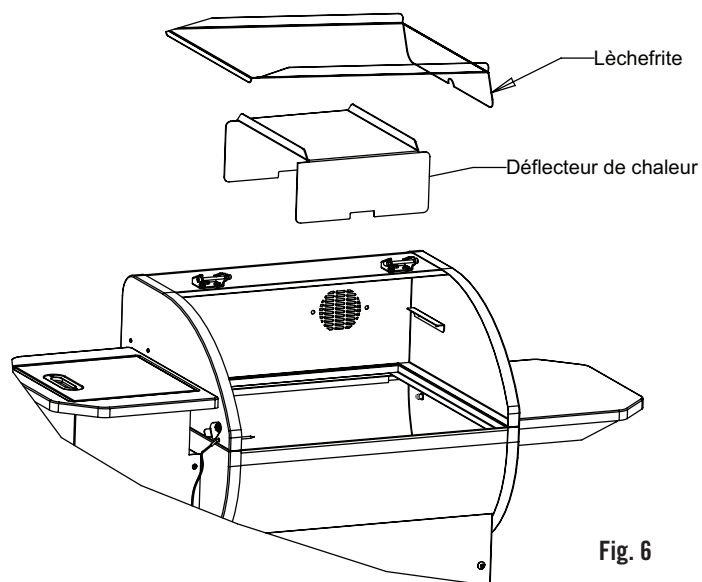

Fig. 6
1. Monter le déflecteur de chaleur et la lèche-frite comme indiqué aux Fig. 6 et 7.